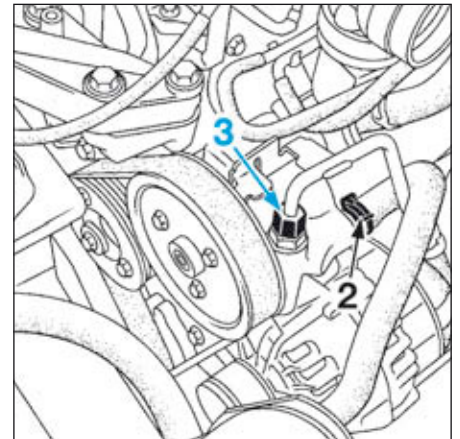

FIG.19
- Mettre en place un pince durit sur la canalisation d'alimentation basse pression (2) de la pompe de direction assistée (Fig.19).